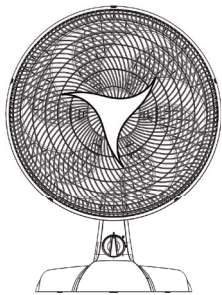

Figura 07
8. Encaixar a grade frontal na grade traseira introduzindo as linguetas nos respectivos alojamentos da grade traseira e observando que o logotipo BRITÂNIA deve ficar na horizontal (ver figura 07).